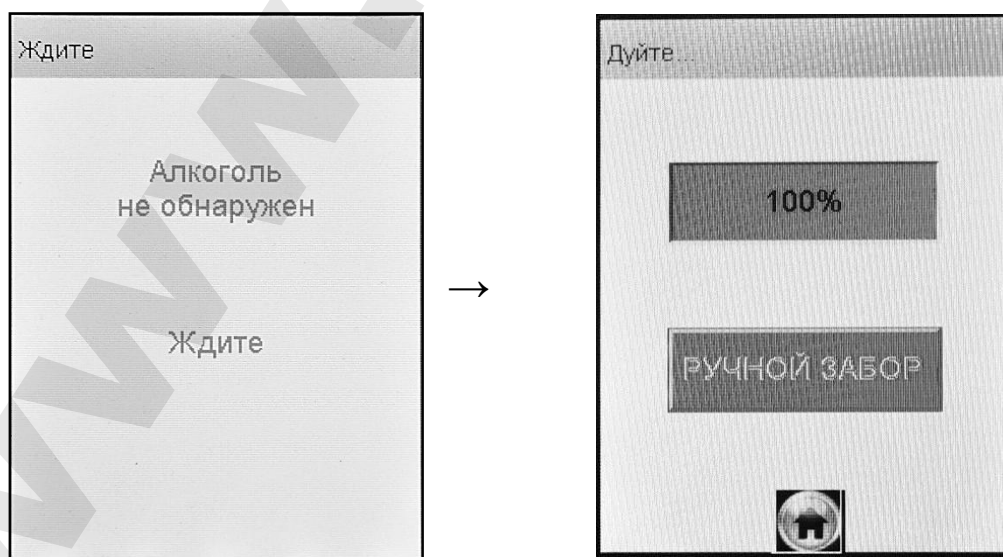

Рисунок 16 – Готовность к отбору пробы
- при положительном результате проверки (при отсутствии этанола и других компонентов), анализатор перейдет в окно готовности к отбору пробы (рисунок 16, справа);
Целесообразно прекратить выдох. Для возобновления процедуры измерения нажмите виртуальную кнопку «Повтор», после перехода анализатора в окно готовности к отбору пробы (рисунок 16, справа) обследуемый может повторить выдох согласно 2.7.11 настоящего РЭ.